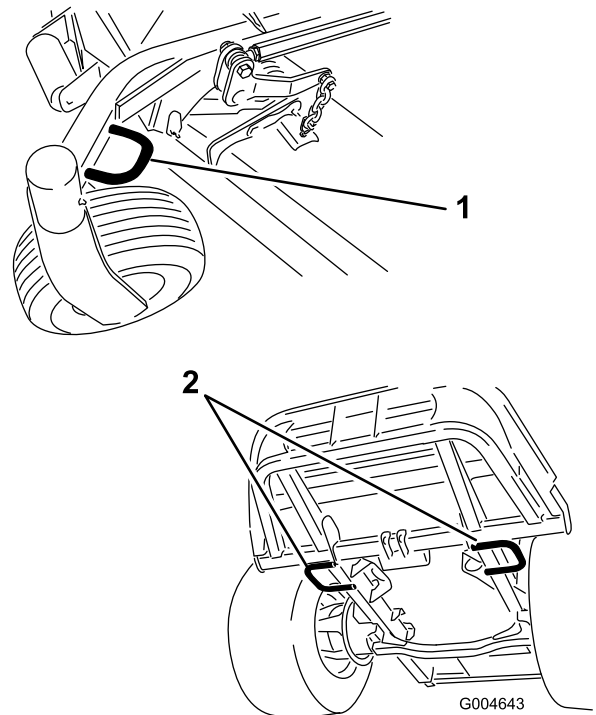

Figura 40
- Sujete la máquina firmemente al remolque o al camión con cadenas, correas, cables o cuerdas, según lo estipulado en la normativa de tráfico local (Figura 40).